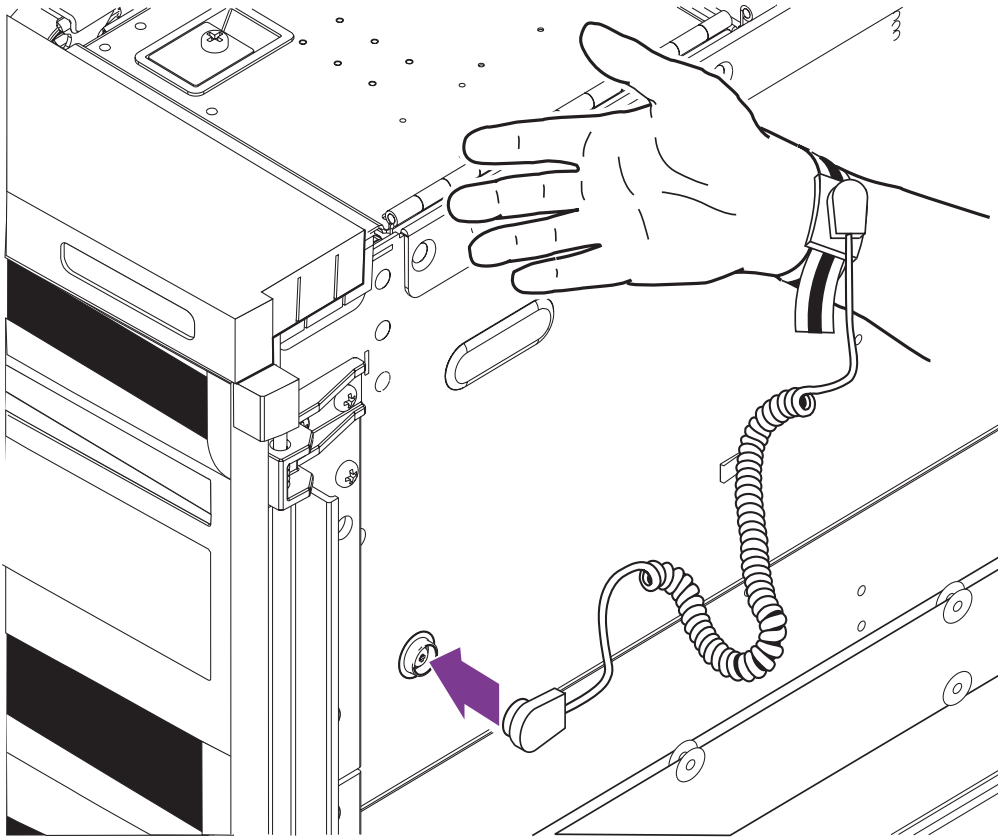
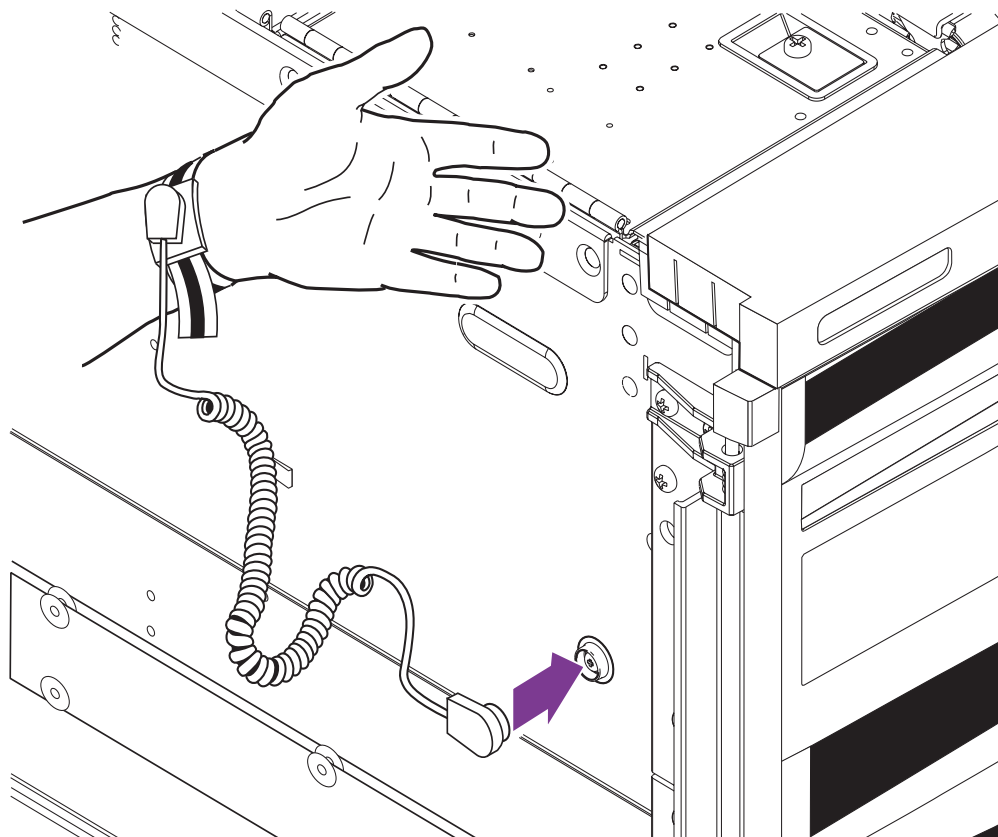

FIGURA 3 Collegamento del bracciale antistatico – Lato destro
FIGURA 4 Collegamento del bracciale antistatico - Lato sinistro
- **Per collegare il bracciale antistatico allo chassis, collegare il bracciale come mostrato nella FIGURA 3 o nella FIGURA 4.**